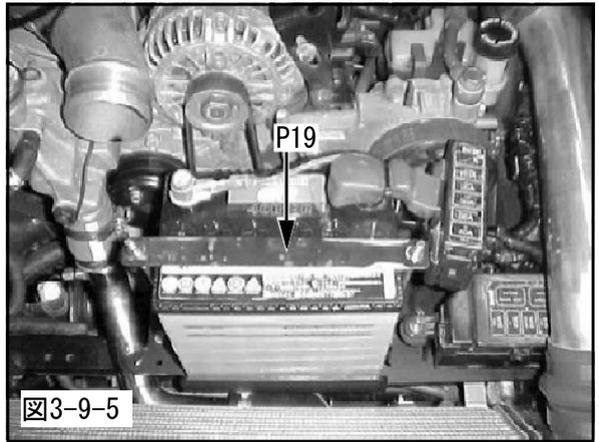

図3-9-5
- (8) バッテリーを取付けてください。(図3-9-5)
- (9) バッテリー端子にバッテリーカラーを取付けバッテリーターミナルを取付けてください。
- (10) プラス側ターミナルのカバー(赤色)を取付けてください。
- (11) マイナス側ハーネスがベルトに干渉しないように固定してください。